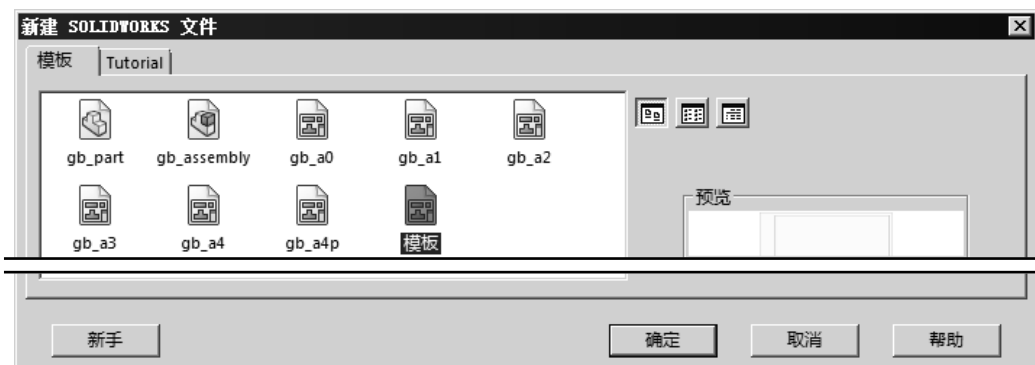

图 9.2.2 “新建 SOLIDWORKS 文件”对话框 (二)
Step2. 在“新建 SOLIDWORKS 文件”对话框 (一) 中单击 **高级** 按钮, 系统弹出如图 9.2.2 所示的“新建 SOLIDWORKS 文件”对话框 (二)。